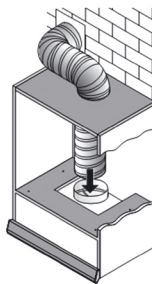

Рис. 4
4. Соедините воздухопровод с адаптером вытяжки (Рис. 4). Выведите другой конец воздухопровода в вентиляционный канал или шахту.